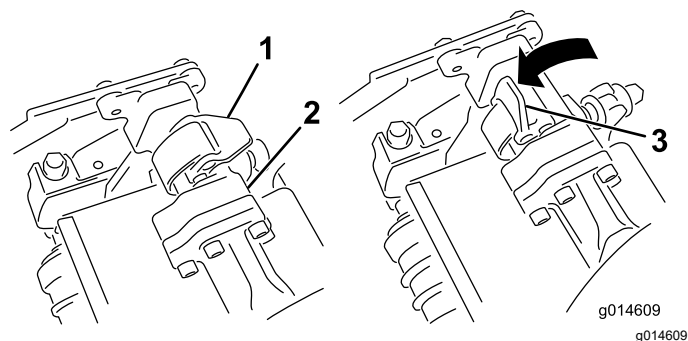
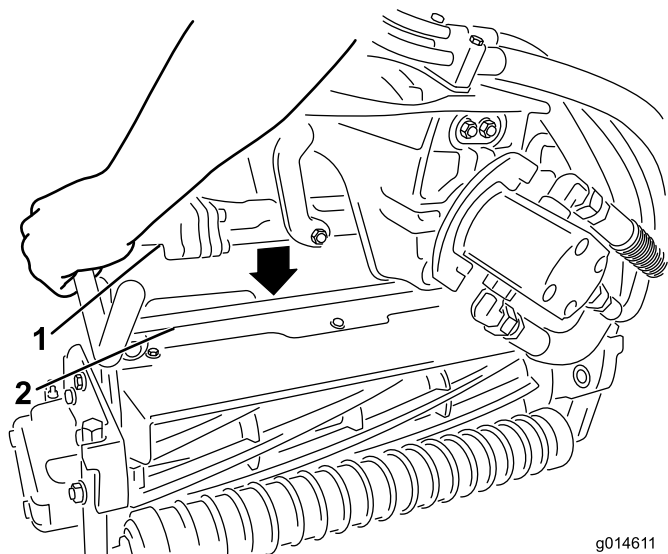

Figura 52
Figura 53
4. Abra los enganches de la barra del brazo de suspensión (Figura 52) y empuje hacia abajo el brazo de suspensión hasta que la barra encaje sobre ambos brazos de inclinación de la unidad de corte, y asegúrese de que los cierres pasan por debajo del travesaño de la unidad de corte (Figura 53).
5. Presione los enganches hacia abajo alrededor de la barra de la unidad de corte y bloquéelas (Figura 52).
- Abra los enganches de la barra del brazo de suspensión de la unidad de corte que está retirando (Figura 52).